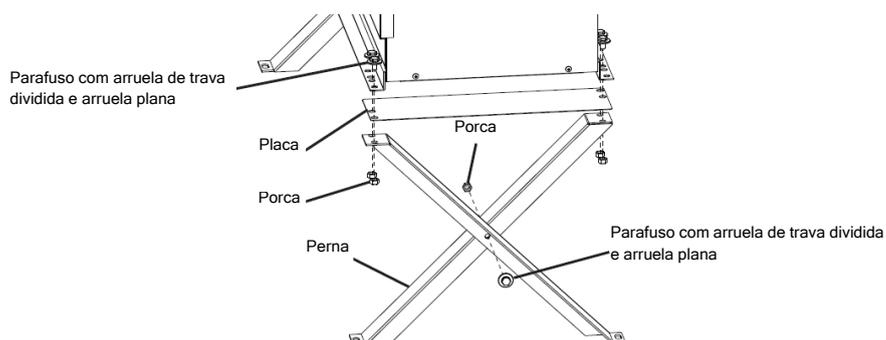

Fig. 10
- 1) Encaminhe o conjunto de linhas de fábrica (consulte "II.G.4 Tamanho do conjunto de linha e carga de refrigerante" para detalhes) da unidade de condensador remoto para a máquina de gelo. Deixe um circuito de serviço atrás da máquina de gelo para permitir que a máquina de gelo seja retirada para serviço. Veja a Fig. 10. Os conjuntos de linhas fabricados pela fábrica são pré-carregados e não precisam ser evacuados. Se o conjunto de linhas for muito longo ou muito curto, consulte "II.G.5.a) (1) Modificação do conjunto de linha de fábrica".
1) Encaminhe a linha de líquido do tubo de cobre e a linha de descarga do tubo de cobre (consulte "II.G.4 Tamanho do conjunto da linha e carga do refrigerante" para detalhes) da unidade de condensador remoto para a máquina de gelo. Deixe um circuito de serviço atrás da máquina de gelo para permitir que a máquina de gelo seja retirada para serviço. Veja a Fig. 10.